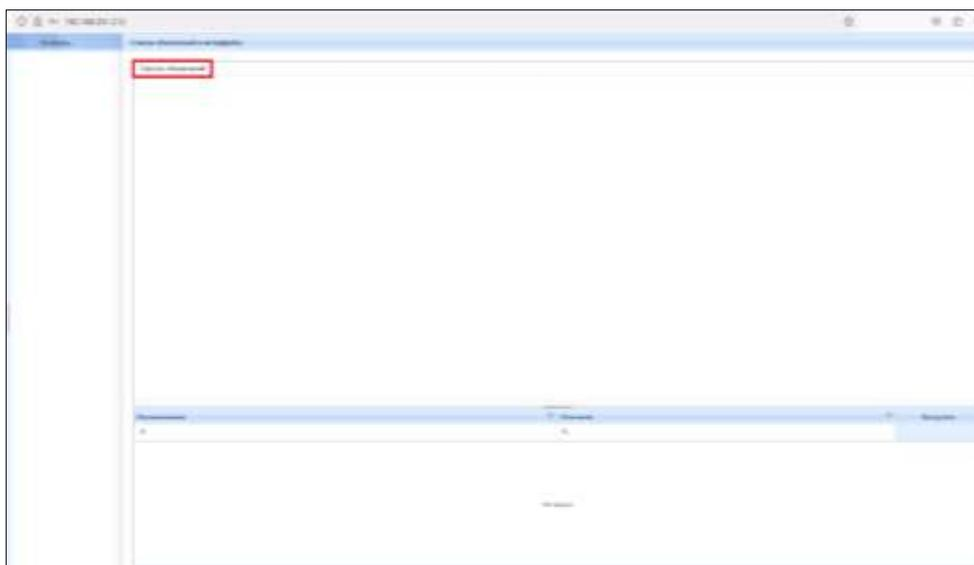

Рисунок 3.3.9 – Внешний вид окна «Список обновлений в интерфейсе»
2) После нажатия на кнопку «Обновления» всплывет окно «Список обновлений в интерфейсе» (рис. 3.3.9). В данном окне отображается последняя информация, которую настроил администратор. Для просмотра списка со всеми обновлениями необходимо нажать на кнопку «Список обновлений».